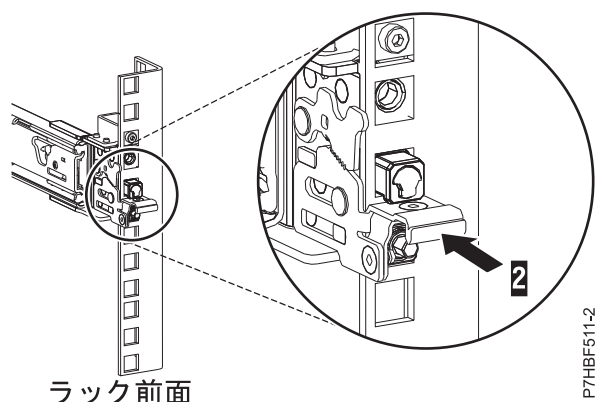

図 23. ラックの前面レールに取り付けられているラッチ
7. スライド・レールを前方に引きながら、3 つのピンがラックの穴から突出していることを確認した後に前面ラッチ (2) を最後まで押し込みます。詳しくは、図 23 を参照してください。